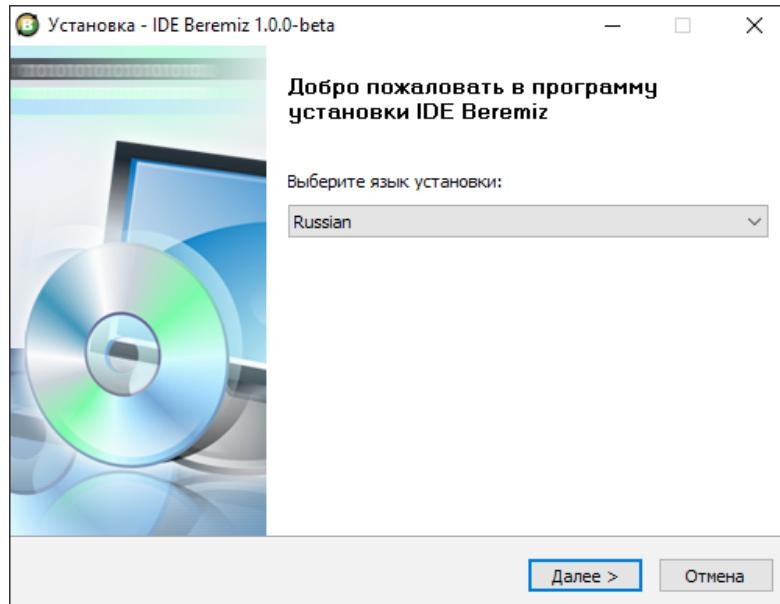

Рисунок 1.1 – Выбор языка установки
- 2) Выбрать язык и нажать на кнопку «Далее» (рисунок 1.1.)